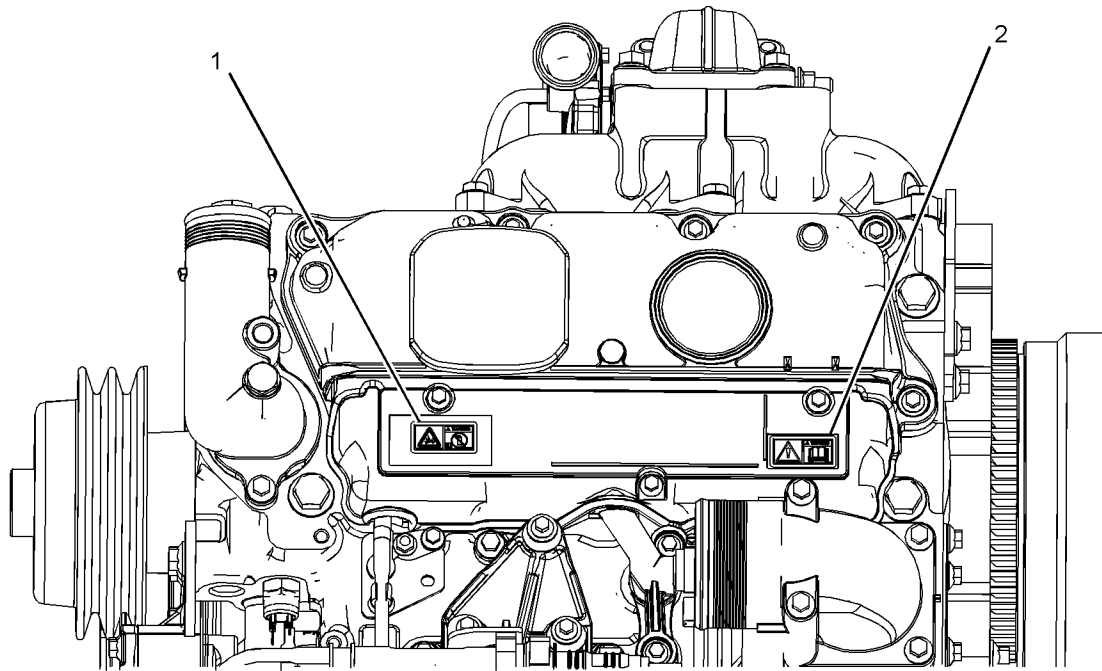

图 2
通用警告标签 (2) 位于进气歧管盖的后端。参考图 2。
乙醚警告标签 (1) 位于进气歧管盖的前端。参考图 2。